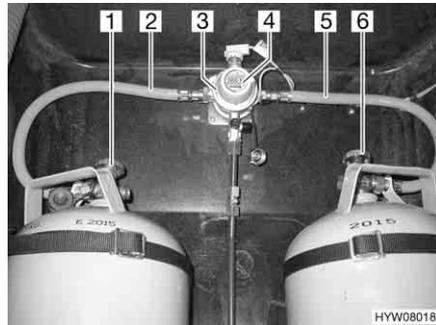
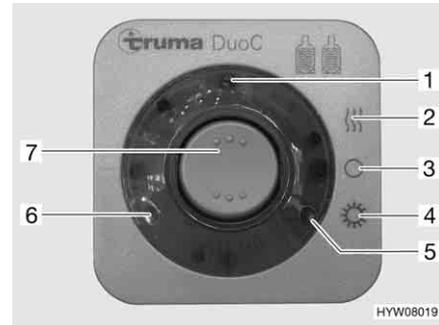

Fig. 156 Instalación de conmutación DuoControl
Fig. 157 Unidad de mando
La instalación de conmutación DuoControl se compone de una válvula selectora (Fig. 156,3) y la unidad de mando (Fig. 157). La válvula selectora está montada entre las gomas del gas (Fig. 156,2 y 5). Con el botón giratorio (Fig. 156,4) en la válvula selectora se puede determinar cuál de las bombonas de gas se utilizará como bombona de servicio y cuál bombona de gas como bombona de reserva.
En la unidad de mando (Fig. 157) únicamente pueden conmutarse las funciones eléctricas. Las llaves de paso principales de las bombonas de gas (Fig. 156,1 y 6) deben abrirse a mano.
La válvula selectora garantiza una presión de gas constante independientemente de cuál sea la bombona de gas que suministre el gas. Las dos luces de control en la unidad de mando indican el nivel de llenado de la bombona de servicio. Al estar encendida la luz de control verde (Fig. 157,6), estará llena la bombona de servicio. Al estar encendida la luz de control roja (Fig. 157,5), estará vacía la bombona de servicio. Entonces, el suministro de gas se realizará a través de la bombona de reserva.
- Abrir las llaves de paso principales en las bombonas de gas (Fig. 156,1 y 6).
- Con el botón giratorio (Fig. 156,4) en la válvula selectora (Fig. 156,3), seleccionar la bombona de gas de la que habrá de tomarse el gas principalmente (bombona de servicio). Girar el botón giratorio siempre hasta el tope.
- Conectar la instalación de conmutación DuoControl en la unidad de mando (Fig. 157). Para ello, ajustar el interruptor basculante (Fig. 157,7) en modo de invierno "On y calentar" (Fig. 157,2) o en modo de verano "On" (Fig. 157,4). Ahora, estará purgada de aire la válvula selectora. La luz de control amarilla (Fig. 157,1) estará encendida al haber seleccionado el modo de invierno y estando conectado el deshelador de regulador.
- Poner el interruptor basculante (Fig. 157,7) en "O" (Fig. 157,3). La luz de control amarilla (Fig. 157,1) se apaga.
- Cerrar las llaves de paso principales en las bombonas de gas (Fig. 156,1 y 6).
**Indicación a distancia** Las luces de control en la unidad de mando (Fig. 157,5 y 6) señalizan en el interior del vehículo si la bombona de servicio está dispuesta para el funcionamiento.
**Cambio de bombonas de gas** En caso de que luz de control verde (Fig. 157,6) se apague durante el servicio y se encienda la luz de control roja (Fig. 157,5), estará vacía la bombona de gas seleccionada como bombona de servicio y deberá ser cambiada. La bombona de reserva seguirá suministrando gas a los consumidores de gas.